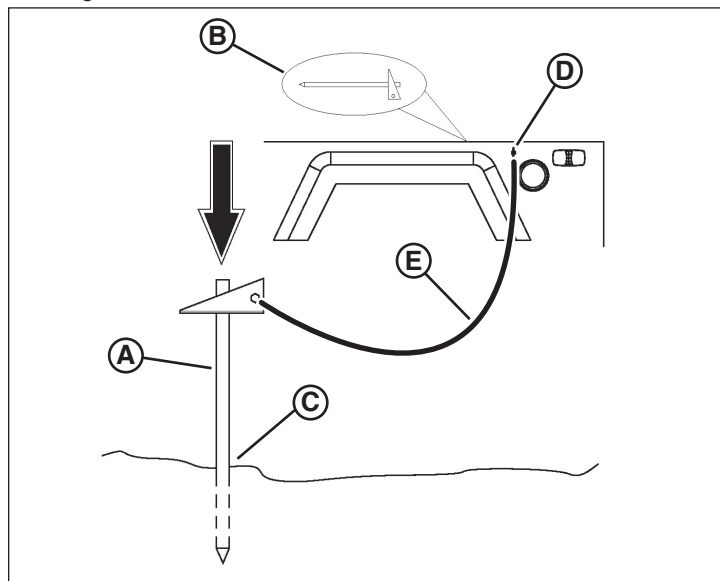

Figura 13
2. Retire la varilla de conexión a tierra (A, Figura 13) de su ubicación de almacenamiento dentro del compartimiento del motor (B).
3. Seleccione un punto en la conexión a tierra del lugar de trabajo (C, Figura 13) que no esté a más de 1,5 m de la orejeta de conexión a tierra (D), ubicada en el lado izquierdo del remolque de la torre de iluminación, hacia la parte posterior. Con un mazo, introduzca la varilla de conexión a tierra firmemente en el suelo.
4. Instale el cable de la varilla de conexión a tierra (E, Figura 13) entre la varilla y la orejeta de conexión a tierra. Asegúrese de que las conexiones de los cables estén apretadas.